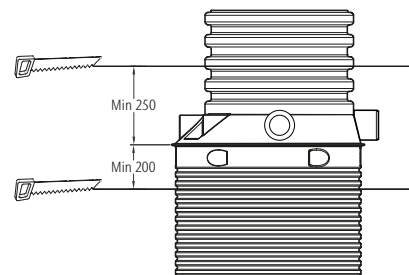

Fig. 11
- 10 Såga av halsen till rätt längd och montera den runda  $\varnothing 16$  mm packningen i det nedersta spåret på halsen (fig. 11) samt stoppringen i andra spåret ovanför.